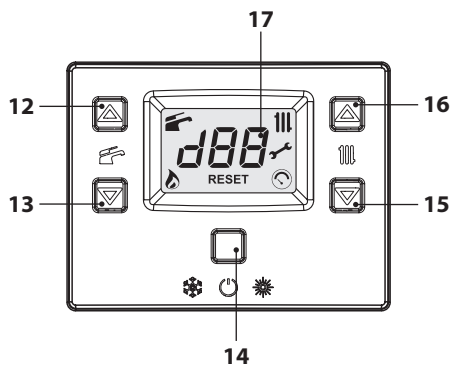
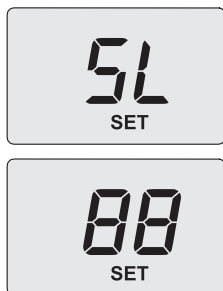

Figura 7.2
Figura 7.12
- Entrare in "modalità programmazione" premendo contemporaneamente per 10 secondi i tasti 14-15-16 (Figura 7.2) fino a far apparire sul display LCD le lettere **Pr** che si alternano al numero del parametro **01**, indicanti l'entrata nel "parametro 01" (Figura 7.3).
- Scorrere i vari parametri utilizzando i tasti 15 o 16 (Figura 7.2) fino a far apparire sul display LCD le lettere **Pr** che si alternano al numero del parametro **09**, indicanti l'entrata nel "parametro 09" (Figura 7.4).
- Utilizzando i tasti 12 o 13 (Figura 7.2) è possibile scorrere i vari valori di regolazione.
- Utilizzare i tasti 15 o 16 (Figura 7.2) fino a portarsi allo stato **LP** (spazzacamino attivo in minimo sanitario) e premere il tasto 14 per
- Agire sui tasti 16 o 15 (Figura 7.2) per incrementare o decrementare il valore. Attendere 3 secondi per stabilizzare la pressione del gas quindi leggere il valore sul manometro gas. **Ricordarsi di mantenere l'andamento in salita.**
- Premere il tasto 13 (Figura 7.2) per 5 secondi per memorizzare il valore.
- Premere il tasto 12 (Figura 7.2) per passare alla taratura del minimo gas. Il display visualizza **SL** alternato al parametro potenza minima assoluta e la scritta "SET" (Figura 7.12).
- Agire sui tasti 16 o 15 (Figura 7.2) per incrementare o decrementare il valore. Attendere 3 secondi per stabilizzare la pressione del gas quindi leggere il valore sul manometro gas. **Ricordarsi di mantenere l'andamento in discesa.**
- Premere il tasto 12 (Figura 7.2) per verificare il valore massimo impostato ed eventualmente correggerlo seguendo la procedura sopra descritta.
- Premere il tasto 12 (Figura 7.2) per verificare il valore minimo impostato ed eventualmente correggerlo seguendo la procedura sopra descritta.